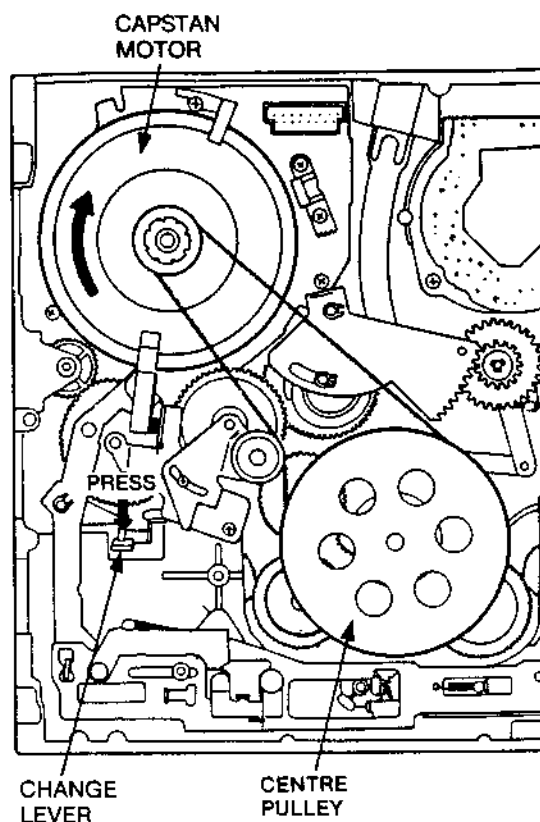

Fig. 2-2
- Den Capstan-Motor rechts herum drehen und solange auf den Schalthebel Pos. 122(2) drücken, bis das Einfädeln abgeschlossen ist, siehe Fig. 2-2.